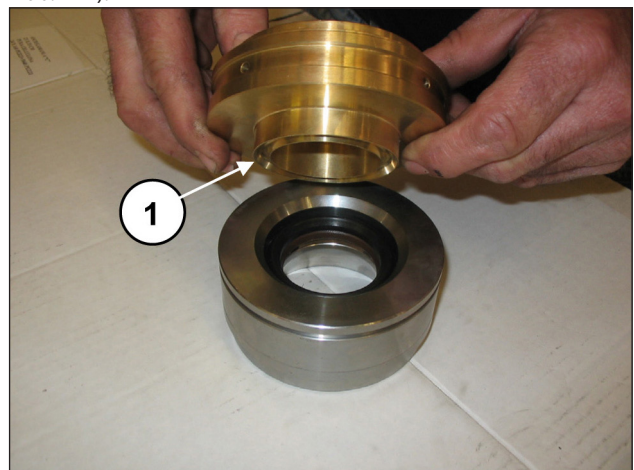
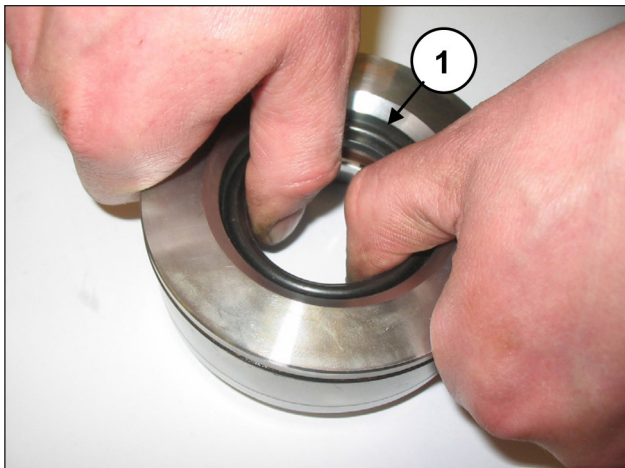

Abb. 121
Abb. 122
Trennen Sie den Dichtungshalter von der Buchse (Pos. ①, Abb. 121), um die Druckdichtungen freizulegen (Pos. ①, Abb. 122).